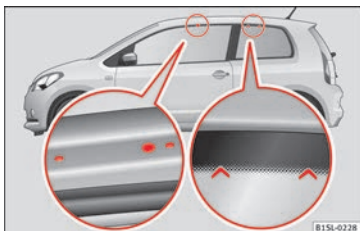

Abb. 141 Befestigungspunkte für Grundträger und Dachgepäckträger in 2-türigen Fahrzeugen.
2-türige Fahrzeuge: Die Bohrungen und Markierungen der Befestigungspunkte für die vorderen Grundträger befinden sich im unteren Bereich der Dachholme » **Abb. 141** (links vergrößertes Bild). Die Bohrungen und Markierungen sind nur bei geöffneter Tür sichtbar.
Die Markierungen der Befestigungspunkte für die hinteren Grundträger befinden sich im oberen Bereich der Fenster » **Abb. 141** (rechts vergrößertes Bild).
- Den Grundträger nur an den in der Abbildung gezeigten Markierungen befestigen » **Abb. 141**.